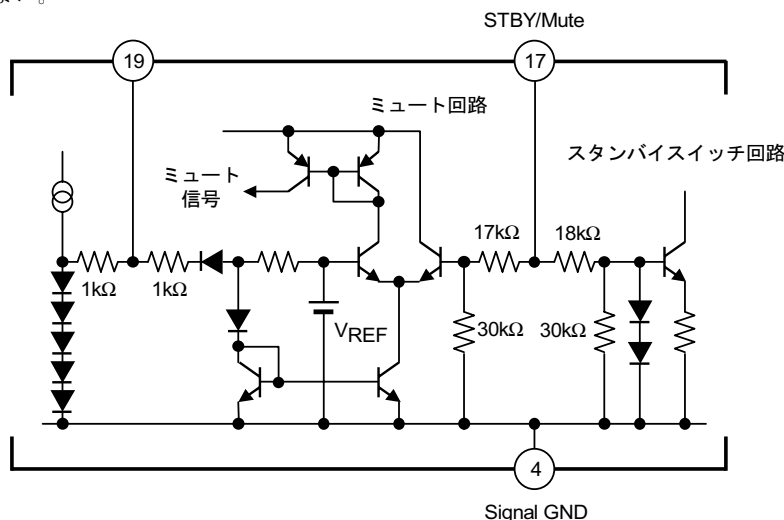

図 4 17, 19 ピン内部等価回路
- ・ 17 ピンは、スタンバイ/ミュート動作の 2 値スイッチ機能となっている。17 ピン印加電圧に対する IC の動作状態は下表の通りである (17 ピンの内部等価回路は図 4 参照)。
(下図により温度換算) 図 4 で示されるように 19 ピン内部回路の温度特性を利用している。